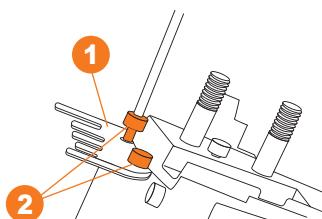

Рис. 5
2. Установите зубчатый упор ① на установочную площадку и закрепите его винтами ② из комплекта поставки (Рис. 5).